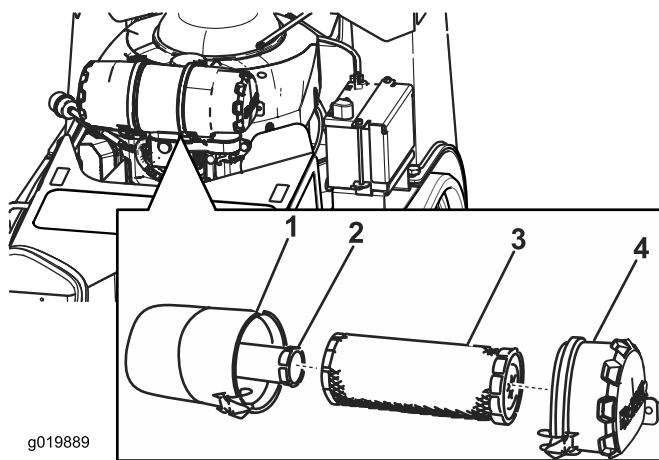

Figura 29
2. Abra los cierres del limpiador de aire y tire de la tapa del limpiador de aire para separarla del cuerpo del limpiador de aire (Figura 29).
4. Extraiga con cuidado el filtro primario del cuerpo del limpiador de aire (Figura 29).
2. Si va a cambiar el filtro interno, deslícelo cuidadosamente en el cuerpo del filtro (Figura 29).
3. Deslice cuidadosamente el filtro primario por encima del filtro interno (Figura 29).
4. Deslice la tapa sobre el cuerpo del limpiador de aire y sujétela con los enganches (Figura 29).